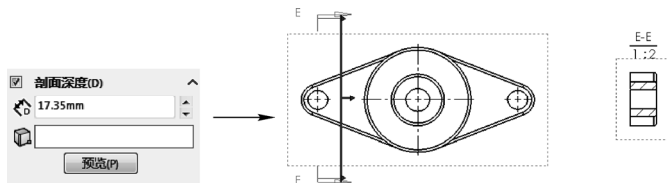

图 7-31 剖面深度较小时在剖面视图中只显示模型的一小部分
- “剖面视图”属性管理器中的“剖面深度”卷展栏（图 7-31a），主要用于设置剖面视图中显示零件的范围，其所设置的剖面深度是指剖切线与剖面基准面之间的距离。在此距离内的零件区域将被显示，不在此距离内的零件区域将不会显示，如图 7-31~7-33 所示。